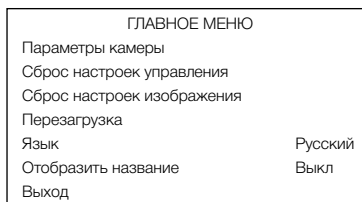

Рисунок 19. Главное меню.
1. Для входа в меню (Рисунок 19), при использовании протокола Pelco-P/ Pelco-D, введите «95+Call» на клавиатуре управления (на видеорегистраторе и в удаленном ПО используйте сочетание «95+запуск пред-позиции»). Открыть меню на регистраторе можно нажав на клавишу «Меню» в пункте управления поворотной камерой. При использовании любого другого протокола, необходимо вводить «66+Call».